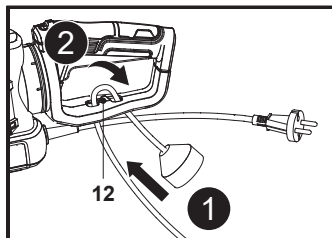

Fig. 2
1. Replier la rallonge à environ 20 cm de l'extrémité, faire passer la boucle dans le trou du support de câble (12) et accrocher la boucle sur le crochet (Fig. 2, étapes 1, 2).